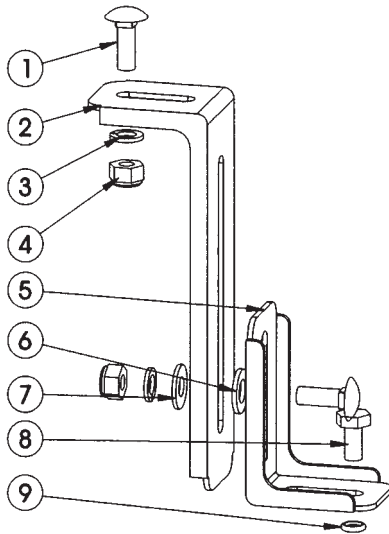

Abbildung 1
7. Befestigen Sie mit Hilfe einer Schloßschraube, einer 5/16-Zoll- und einer 1/4-Zoll-Unterlegscheibe, eines Federrings und einer Sechskantmutter die beiden Bügel zunächst locker miteinander (Abb. 1).